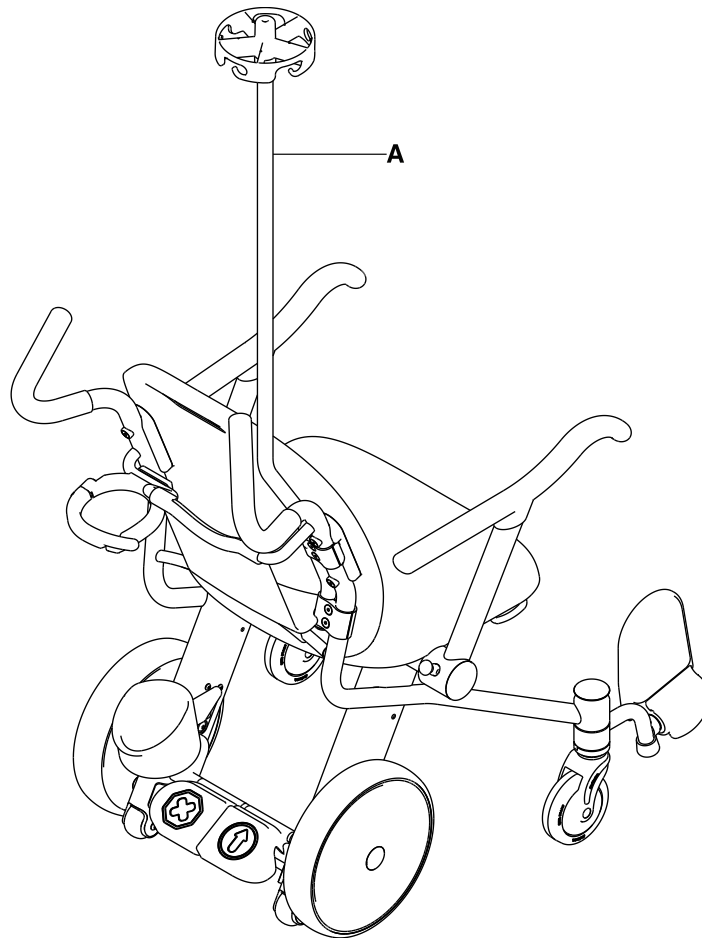

图14-15: 静脉输液架
1. 拉动选配的静脉输液架(A)以确保其牢固(图14-15 第14-27页)。